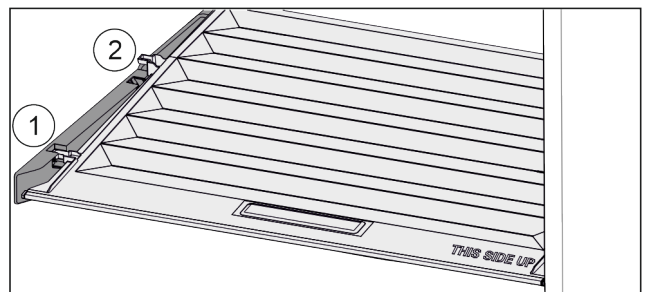

Fig. 89
- ▶ Tõmmake kaant kuni avanemiseni hoidedetailides ettepoole Fig. 89 (1).
- ▶ Tõstke tagant altpoolt üles ja võtke ülespoole ära Fig. 89 (2).